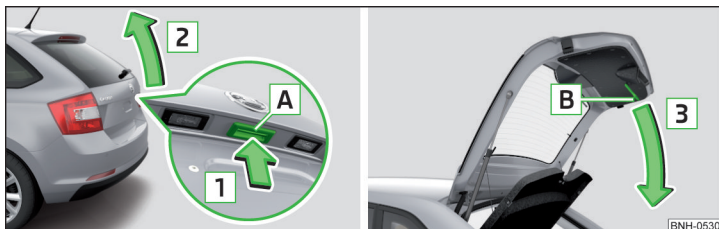

Abb. 36 Gepäckraumklappe öffnen/schließen
- Zum **Öffnen** die Taste **A** in Pfeilrichtung **1** drücken » Abb. 36.
Die Taste **A** » Abb. 36 wird beim Anfahren bzw. ab einer Geschwindigkeit von mehr als 5 km/h deaktiviert. Nach dem Anhalten und Öffnen einer Tür wird die Taste wieder aktiviert.